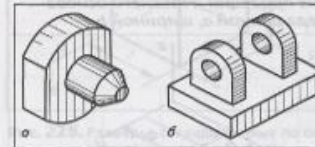

Рис. 226. Задания для самостоятельной работы: a – заглушка; b – основание
3. Выполните в тетради эскизы деталей, нанесите размеры (рис. 226).